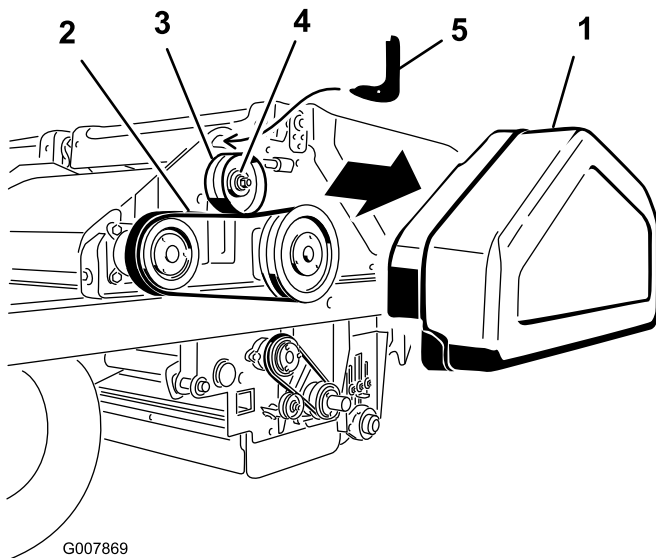

Bild 59
1. Entfernen Sie die Riemenabdeckung (Bild 59).
2. Lockern Sie die Mutter an der Spannscheibe (Bild 59).
3. Setzen Sie das Hakenende des Riemen Spannungswerkzeugs in das Loch über der Spannscheibe ein (Bild 59). Das gekrümmte Ende des Werkzeugs sollte auf der Spannscheibe aufliegen.
4. Stecken Sie einen 1/2-Zoll-Schraubenschlüssel in das Loch im Riemen Spannungswerkzeug (Bild 59).
5. Drehen Sie das Werkzeug, bis Sie einen Anzug von 5,7 Nm erreicht haben. Halten Sie den Anzug und ziehen Sie die Spannscheibenmutter fest (Bild 59).